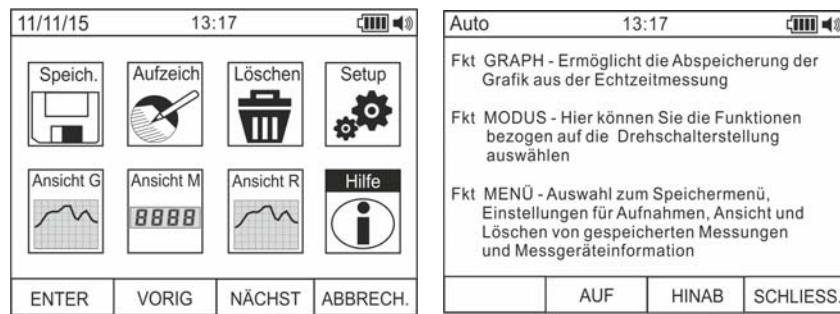

Abb. 21: Help on line auf dem Display
40. Benutzen Sie die **F2** oder **F3** Tasten zur Auswahl des Symbols "Hilfe" und drücken Sie die **F1** Taste (siehe Abb. 21).